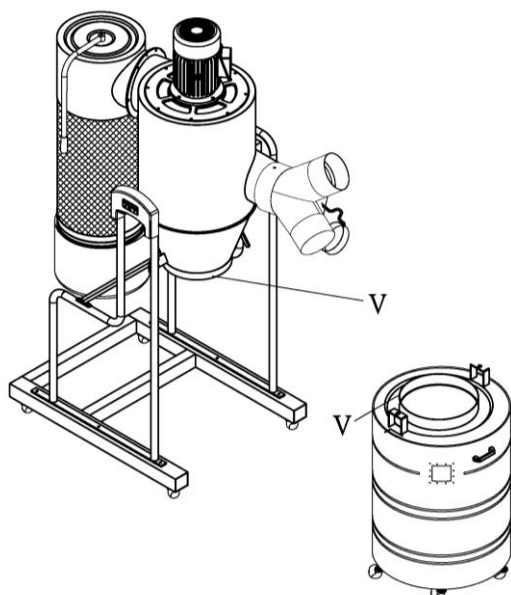

Abbildung 11
15. Das Schaumstoffklebeband (V) unmittelbar über der Unterkante des Trichters rund um den Trichter herum anbringen. Siehe Abbildung 11. Das Schaumstoffklebeband muss den Trichter komplett umschließen.
16. Das Schaumstoffklebeband (V) rund um den äußeren Ansatz der Trommelöffnung herum anbringen. Das Schaumstoffklebeband muss den Ansatz komplett umschließen.